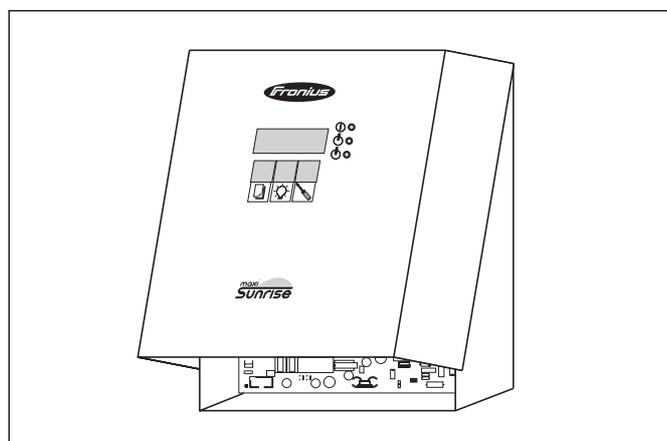

Fig.3 Ruotare lentamente verso l'alto il coperchio
- Ruotare lentamente verso l'alto il coperchio e rimuovere il ponticello J1 dalla scheda madre (vedere figure 3 e 4)